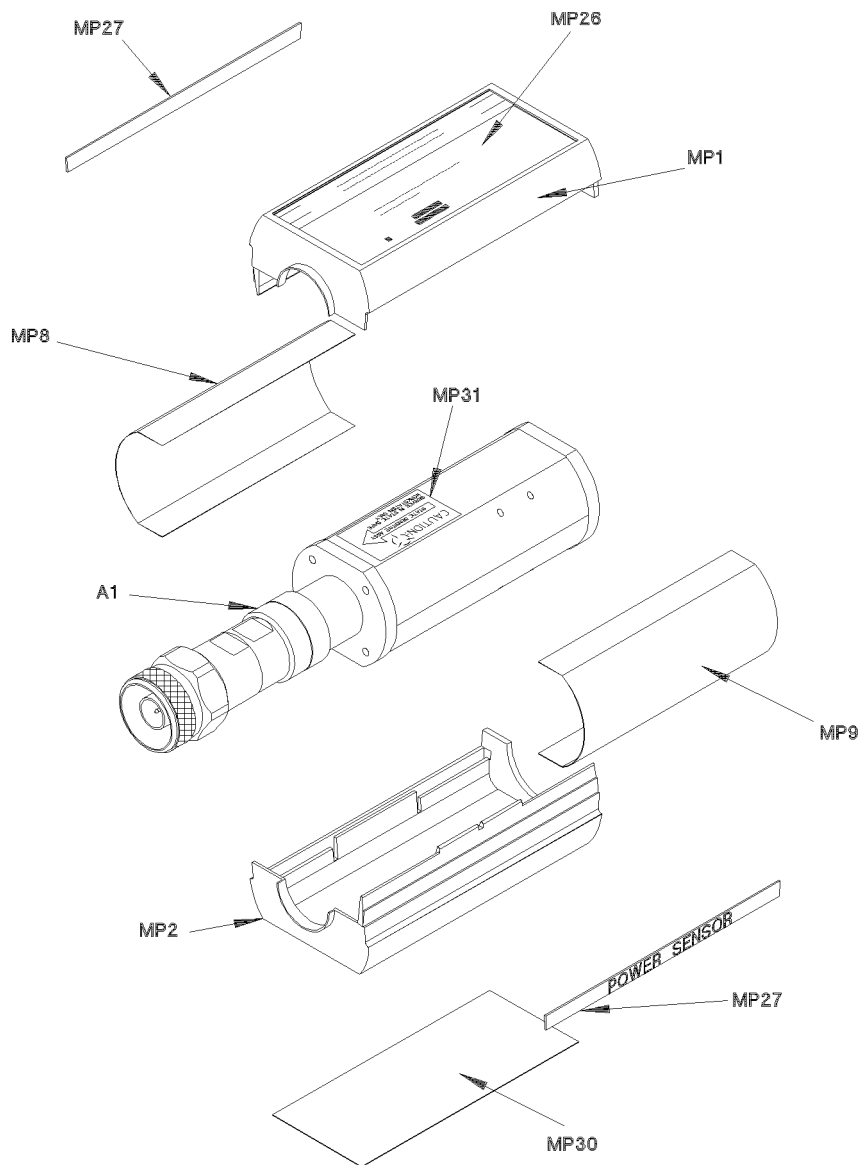

Figure 21
Le Tableau 3 donne une liste de pièces remplaçables. La Figure 21 donne le détail des pièces représentées pour vous permettre d'identifier l'ensemble des pièces remplaçables. Vous pouvez commander une pièce en indiquant son numéro de pièce HP, en précisant la quantité demandée et en adressant votre commande au bureau Hewlett-Packard le plus proche.
- 1 Remplacez les blindages magnétiques et les coques en plastique du boîtier comme indiqué sur la Figure 21. Les coques doivent s'encaster avec un bruit sec.